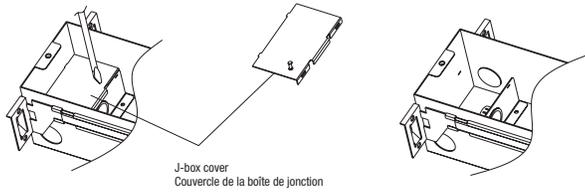

Fig. 4
6. Pry off junction box cover by flat screwdriver, punch out appropriate hole for AC wires feed (Fig. 4).
Restore junction box cover after wire connections, insert one side first and snap in another side (Fig. 4).
6. Retirer le couvercle de la de la boîte de jonction à l'aide d'un tournevis plat, percer le trou approprié pour l'alimentation des fils CA (Fig. 4).
Remettre en place le couvercle de la boîte de jonction après les connexions des fils, en insérant d'abord un côté, puis en enclenchant l'autre côté (Fig. 4).